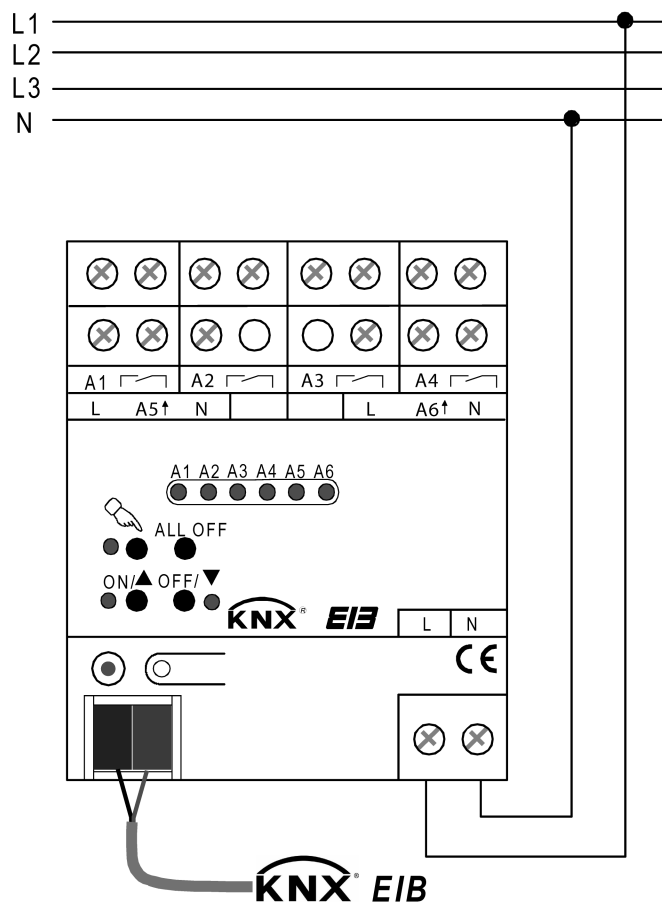

Bild 2: Elektrischer Anschluss der Netzspannungsversorgung
- Der Busanschluss (Standard-Busklemme) und der Anschluss der Netzspannungsversorgung ist gemäß Anschluss-Bild (Bild 2) vorzunehmen.